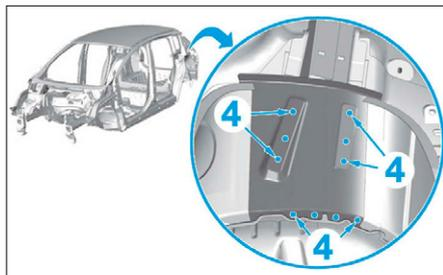

FIG. 190
- électriques en (4) (Fig.190).